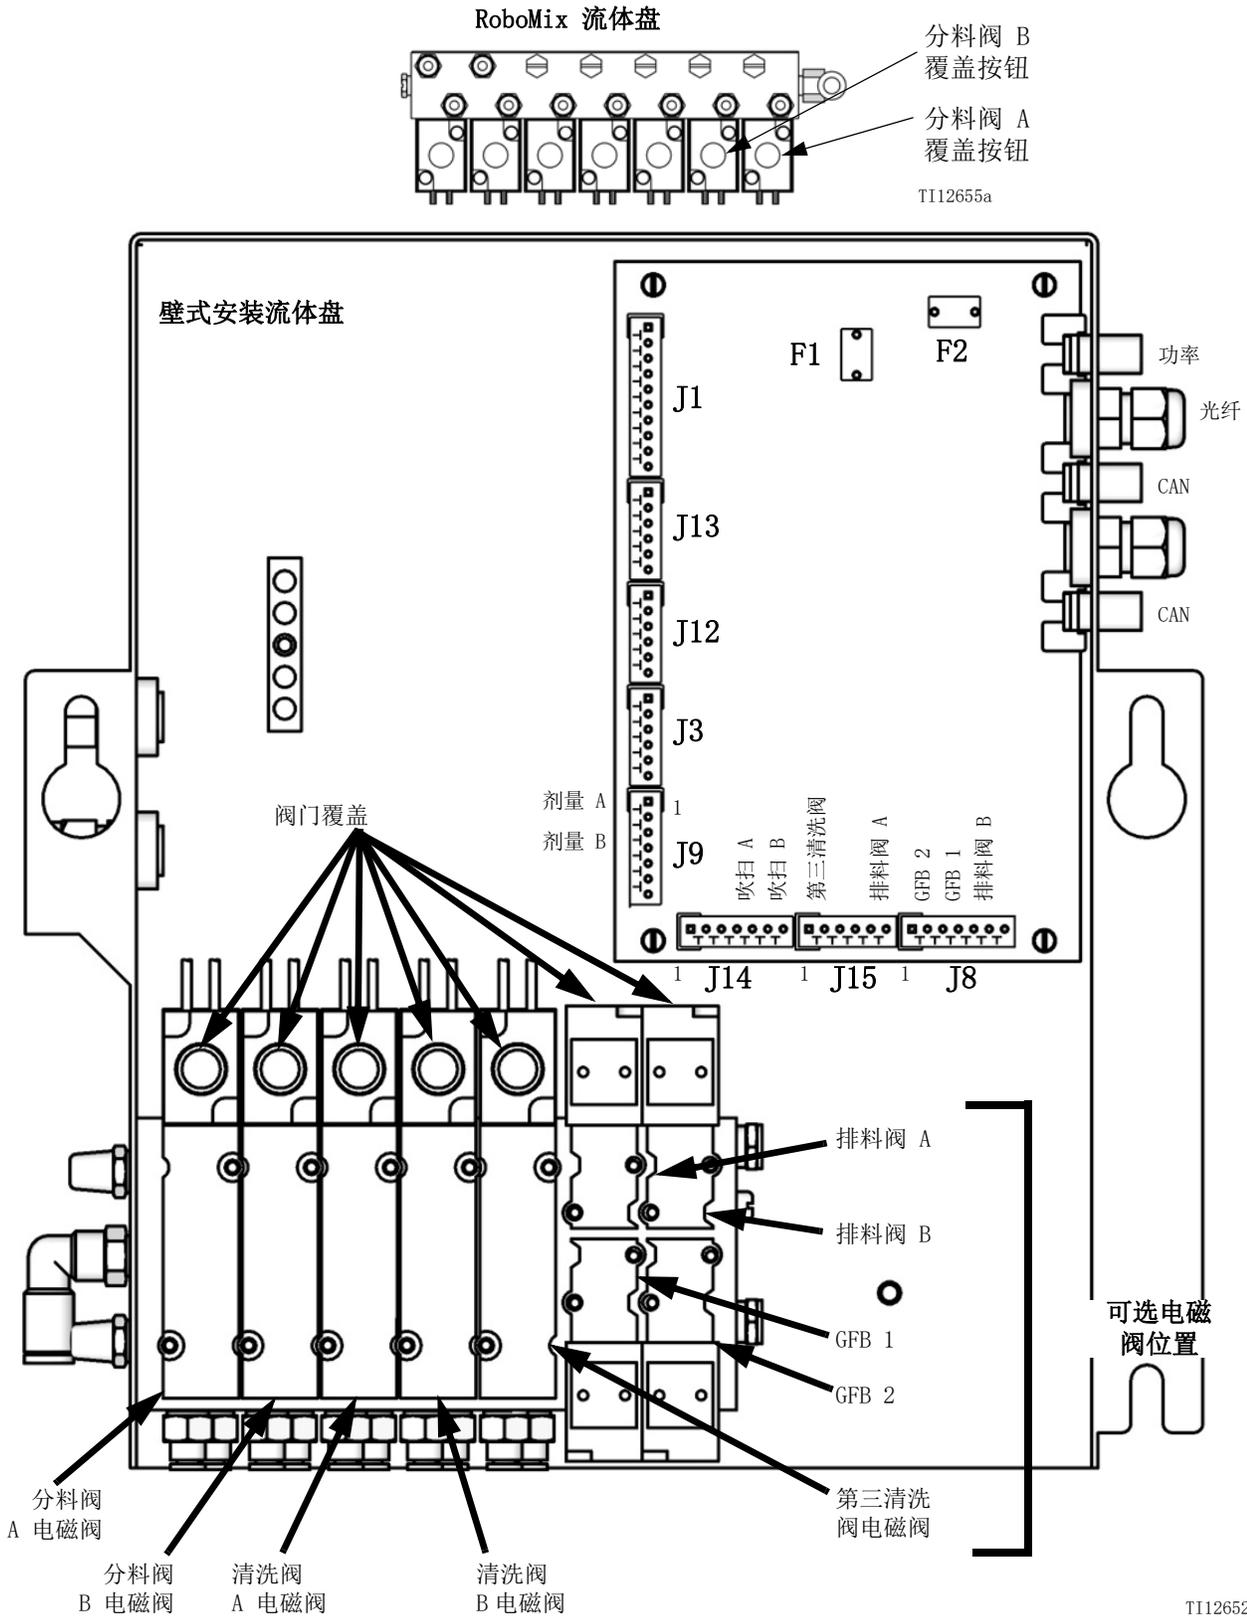

图 5: 流体盘板和电磁阀
2. 扣动喷枪扳机，按下 A 和 B 分料阀电磁阀上的手动覆盖按钮，释放压力。参见图 5。
5. 扣动喷枪扳机，按下 A 和 B 清洗阀电磁阀上的手动覆盖按钮，释放空气和溶剂压力。参见图 5。确认溶剂压力已降至 0。
3. 按下并按住排料阀 A 电磁阀覆盖按钮，图 5。
5. 按下并按住排料阀 B 电磁阀覆盖按钮，图 5。
7. 按下并按住排料阀 A 电磁阀覆盖按钮，图 5。
9. 按下并按住排料阀 B 电磁阀覆盖按钮，图 5。
3. 电磁阀故障	<p>卸下流体盘盖，按下并释放电磁阀的覆盖按钮，手动操纵电磁阀。图 5.</p> <p>利用控制板的诊断指示来检查信号。如果信号不正确，请转至原因 4。</p> <p>阀门的打开和关闭都应非常快速。如果阀门启动缓慢，可能的原因包括：</p> <ul style="list-style-type: none"> <li>• 阀门驱动器空气压力过低。请参见原因 1。</li> <li>• 电磁阀堵塞。要确保供气管路已安装 5 微米的过滤器。</li> <li>• 存在限制电磁阀或管路的故障。检查阀门启动时相应电磁阀气路的空气输出。清除限制。</li> <li>• 有一个分料阀旋入过量。有关设置，请参见 ProMix 2KS 操作手册。</li> <li>• 流体压力过高，空气压力过低。</li> <li>• 阀门内的液封已失效。有关修理信息，参见相应的阀手册。</li> </ul>